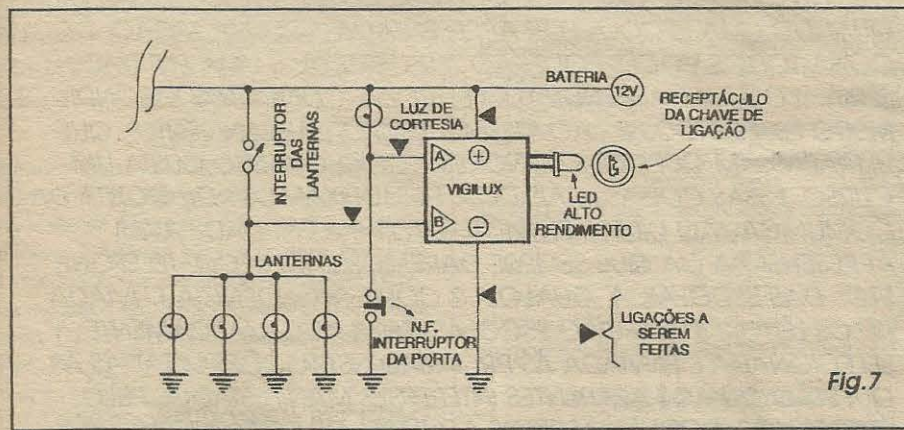

Fig. 7
- FIG. 7 - DIAGRAMA DA INSTALAÇÃO GERAL DO VIGILUX... - O esqueminha mostra, com bastante clareza (mesmo assim, é preciso alguma atenção...) como o circuito do **VIGILUX**, após sua completa montagem, deve ser acoplado ao sistema elétrico do veículo, detalhando ponto por ponto de conexão, com as ligações a serem anexadas ao circuito original do carro marcadas com pequenos triângulos/setas negros... Além das simples conexões de alimentação (o **negativo** poderá ser ligado a um ponto de *massa* do carro, próximo ao local de instalação do circuito...) e do LED, as ligações dos pontos **A** e **B** merecem especiais cuidados... O ponto **A** é ligado eletricamente à junção de um dos terminais da lâmpada interna de cortesia (aquela que automaticamente acende, quando se abre a porta do veículo...) com o respectivo interruptor (este do tipo normalmente fechado, disposto na própria porta do carro, e acionado pela bascula desta...). Já o ponto **B** é ligado aos terminais *vivos* (os não normalmente aterrados...) das lâmpadas das lanternas, ou seja: no ponto em que tais lâmpadas são ligadas ao respectivo interruptor... Conforme já foi dito, notar que a conexão do **positivo** da alimentação do **VIGILUX** deve ser feita a um ponto onde *permanentemente* existam os 12V nominais da bateria (*não* ligar a ponto onde apenas surjam os 12V positivos quando a chave do veículo for acionada...).